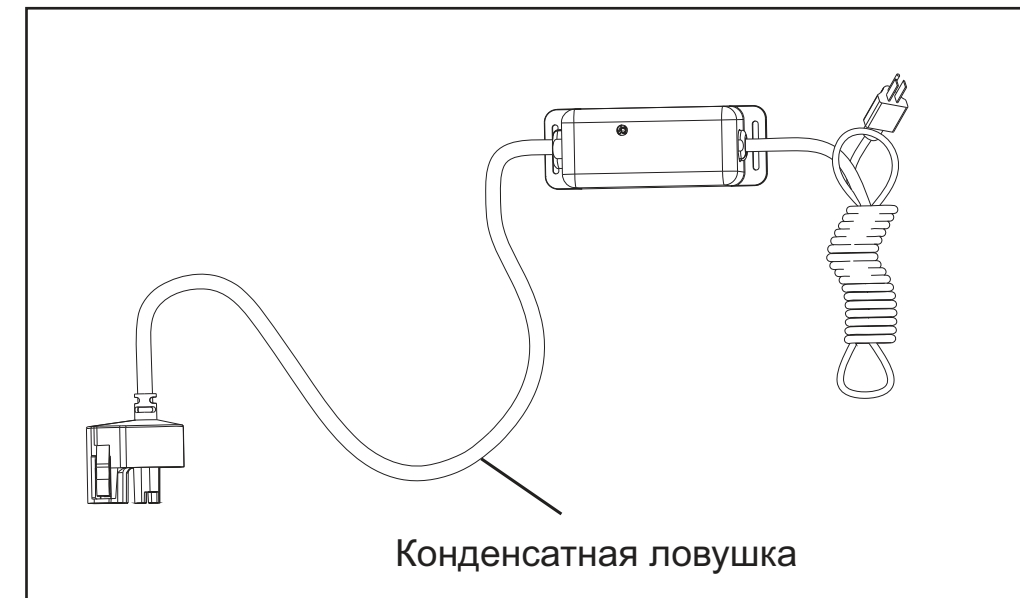

Рисунок 4 Конденсатная ловушка
- Контроллер следует установить над УФ-камерой или рядом с ней. Всегда устанавливайте контроллер в горизонтальном положении для предотвращения стекания влаги по шнурам, что может привести к угрозе возгорания. Настоятельно рекомендуется установить конденсатные ловушки на все шнуры, присоединенные к контроллеру. См. Рисунок 4.
4. Установите контроллер в горизонтальном положении на стену рядом с камерой. В идеальном случае контроллер располагают над камерой и в стороне от подключения к водопроводу во избежание потенциального попадания воды на контроллер за счет протечки по месту подключения или образования конденсата в системе. Убедитесь, что вы сделали на УФ-лампе, датчике УФ-излучения и шнуре питания запас для конденсатной ловушки, как показано на Рисунок 4, чтобы избежать попадания воды в контроллер.